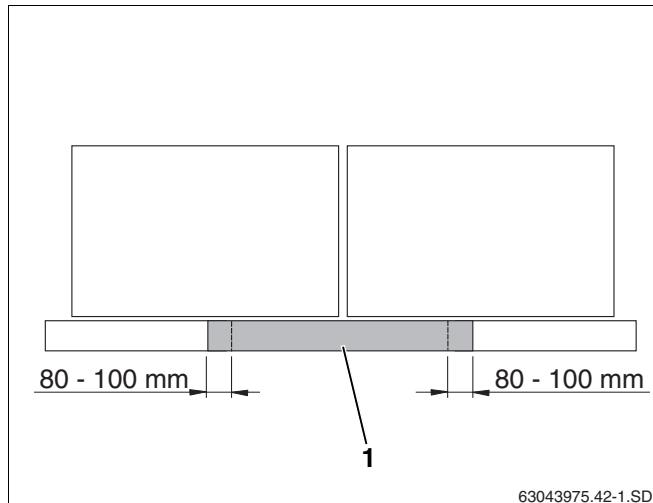

Fig. 46 Positionnement des tôles de recouvrement centrales avec capteurs horizontaux
Avec les capteurs horizontaux, les tôles de recouvrement centrales inférieures sont nécessaires à partir de deux capteurs (fig. 46, **pos. 1**). Celles-ci doivent se chevaucher de 80–100 mm.